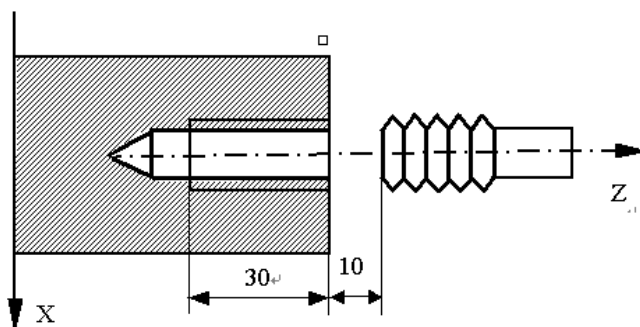

Fig. 3-53
7. Repete os passos ① ~ ⑤ caso rosca múltipla for solicitado.
**Exemplo:** Fig. 3-53, rosca M10×1.5